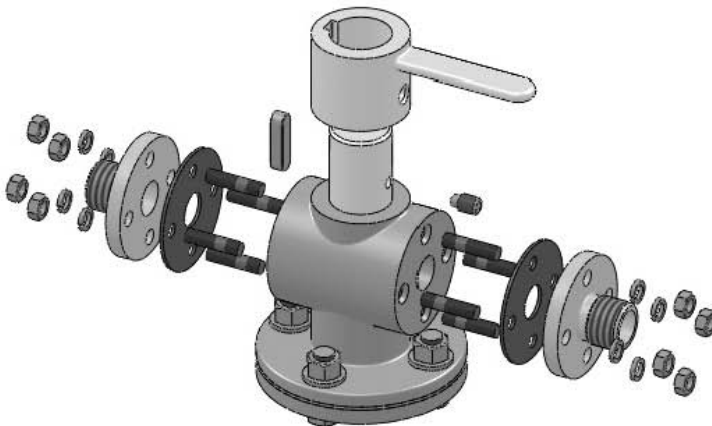

Рис. 6.50. Разнесенное состояние шпилечного соединения
6. Разнесите симметричные компоненты шпилечного соединения (рис. 6.50).